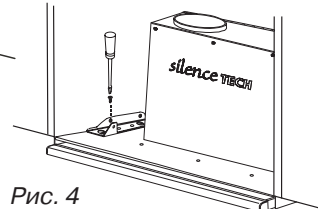

Рис. 4
- 8 Предохранительные винты монтируйте так, как показано на рис. 4.